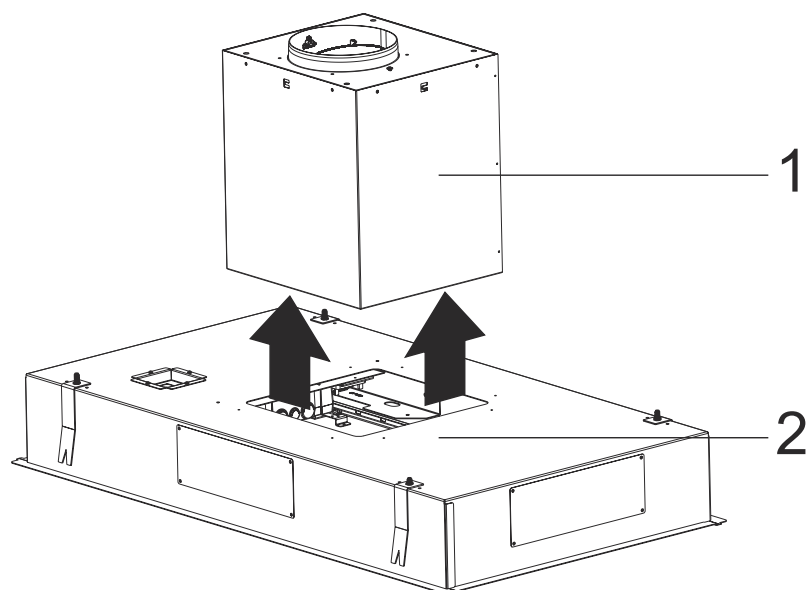

Fig. 19
**2.** Skruva nu loss motorkabinettet med skruvarna på insidan av fläkten. Ta nu bort motorkabinettet (Fig. 19).